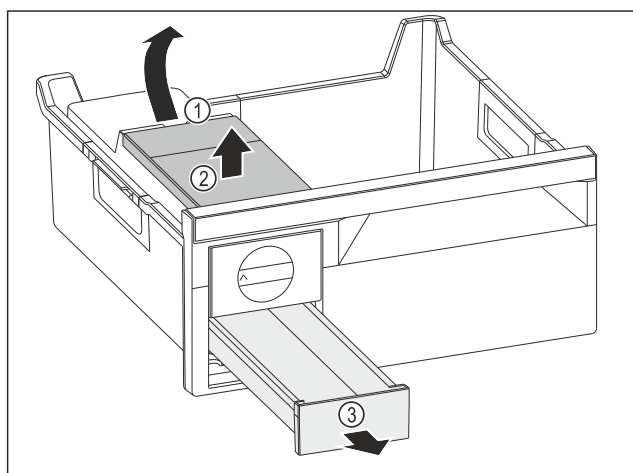

Fig. 196
- ▶ Извлеките бак для воды: Поднимите бак для воды за выемку Fig. 196 (1).
- ▶ Извлеките бак для воды Fig. 196 (2) движением вверх.
- ▶ Извлеките выдвижной ящик для кубиков льда Fig. 196 (3) движением вперед.